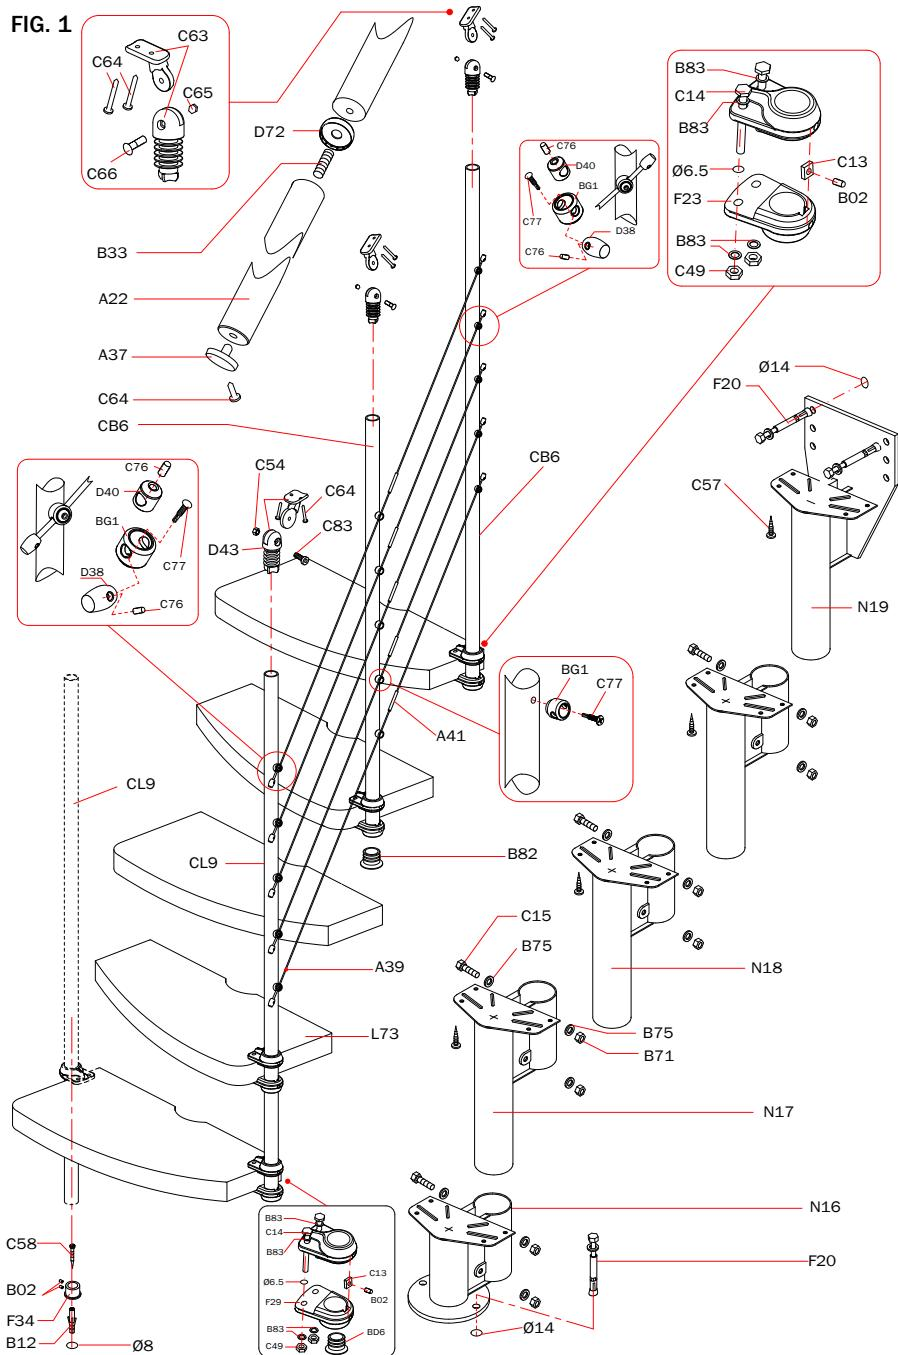

FIG. 1a
17. Bestem lengden på stengene A39 på grunnlag av trappens dimensjonale egenskaper og kutt dem. Sett stengene A39 inn i artiklene BG1 som er forhåndsmonterte i spilene CB6 (fig. 1-1a). Sett artiklene D40 og C76 på den første spilen CL9 og la stangen A39 gli inn i dem, idet den las gå 15 mm ut fra kanten til artikkelen BG1. Sett inn elementet D38 på enden av stangen og stram den til med elementet C76 (fig. 1-1a). Fest stangen ved å stramme elementet C76 som befinner seg på artikkelen D40. Fortsett å montere resten av stengene A39 ved å forene dem ved hjelp av artikkelen A41 og limet som følger med (fig. 1a).